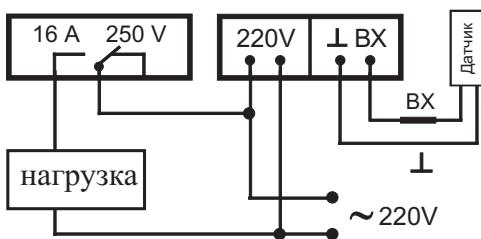

Рис.4 Схема подключения.
5.2 Смонтировать прибор в выбранном месте и собрать электрическую схему приведенную на рис.4. На датчике провод **BX** обозначен черным кембриком.